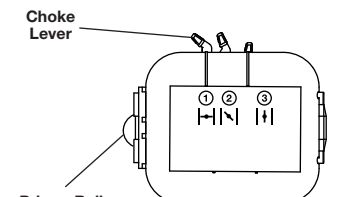

Fig. 15
- Lentement, appuyez 10 fois de suite sur la poire d'amorce. Une certaine quantité de carburant devrait être visible dans la poire d'amorce (Fig. 15). Si l'essence n'est pas visible dans la poire d'amorce, poussez et relâchez la poire jusqu'à ce que l'essence soit visible.
- Mettez le levier d'étranglement en **Position 1** (Fig. 15).
- Continuer à appuyer sur la gâchette. Déplacez le levier d'étranglement en **Position 3** (Fig. 15) et laissez le moteur se réchauffer encore pendant 60 secondes. L'appareil peut être utilisé pendant ce temps.
- Appuyez sur la commande Marche/Arrêt et maintenez-la en position ARRÊT (O) jusqu'à ce que le moteur s'arrête complètement (Fig. 15).
- Lentement, pressez puis relâchez 10 fois de suite la poire d'amorçage. Une certaine quantité de carburant devrait être visible dans la poire d'amorçage (Fig. 15). Si vous ne voyez pas de carburant dans la poire d'amorçage, pressez et relâchez la poire jusqu'à ce que du carburant soit visible.
- Mettez le levier d'étrangleur en **Position 1** (Fig. 15).
- Ne pressez pas la gâchette.** Mettez le levier d'étrangleur en **Position 2** (Fig. 15).
- Continuez de presser la gâchette. Mettez le levier d'étrangleur en **Position 3** (Fig. 15) et continuez à faire chauffer le moteur pendant 60 secondes de plus. L'appareil peut être utilisé pendant ce temps.